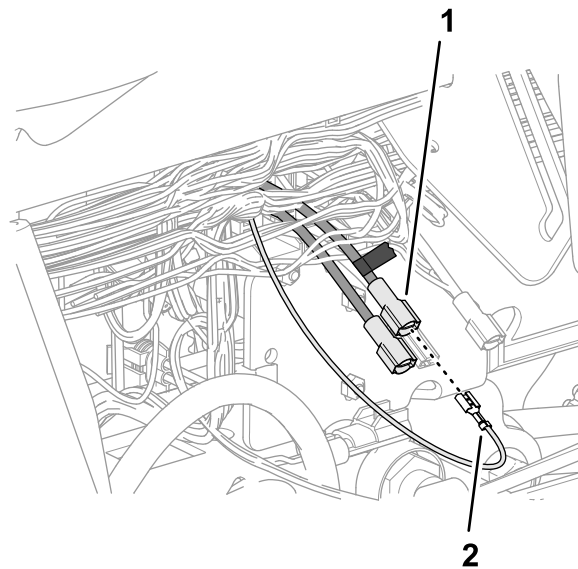

Рисунок 192
- Вставьте плоский разъем, отмеченный при выполнении пункта 4, в гнездовой разъем в конце розового провода 51 мм жгута проводов из комплекта (Рисунок 192).